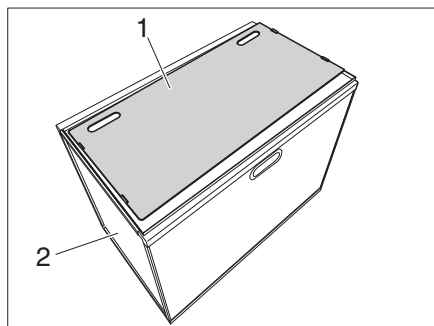
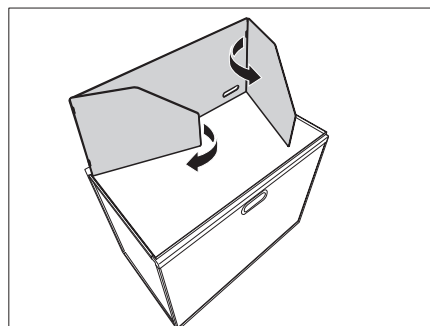

Bild 19 Windschutz abstellen
Bild 20 Rückenteil und Seitenteile aufstellen
- Windschutz (Bild 19,1) der Campbox entnehmen und auf dem Auszug mit Stauraum (Bild 19,2) abstellen.
- Windschutz wie im Bild 19 und Bild 20 zu sehen aufstellen.